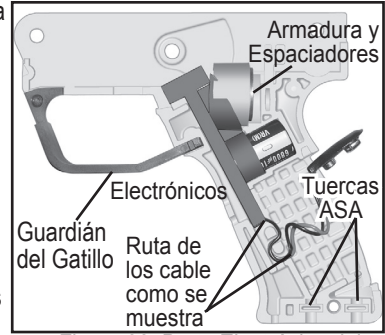

Figura 22: Parte Electrónica del Recibidor Inferior
1. Remueva los dos tornillos del ASA. Remueva los tres tornillos (32) y un tornillo (34) para separar las dos mitades del Recibidor E-Grip.
3. Para reensamblar, asegúrese de que el guardián del Gatillo, las 2 turecas ASA, y todas las partes electrónicas (con los Espaciadores y la Armadura en su lugar) están en posición dentro del mango derecho como se ve en la figura 22.
5. Ponga los cables de la batería al rededor de los postes como se muestra en la (Figura 22) de tal forma que los cables no sean pellizcados o escarapelados cuando la mitad Izquierda del Recibidor esta siendo colocada.